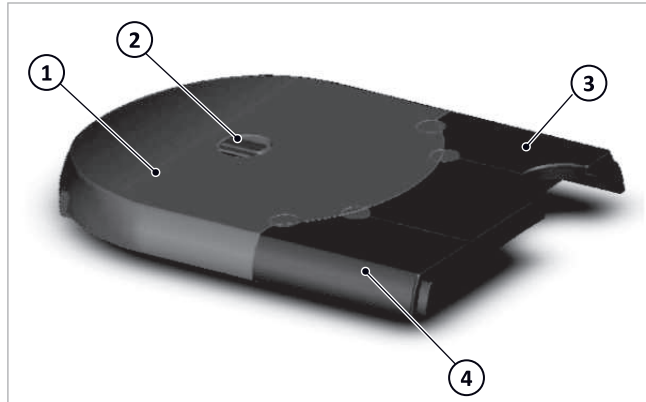

Abb. 124: Obere Isolierung SolvisBen
1. Die oberen Isolierungen der WWS → Abb. 124 (4) und HKS → Abb. 124 (3) nach oben abziehen.
2. Die Behälterisolierung → Abb. 124 (1) nehmen und mit einem scharfen Messer vorsichtig die vier
4. Die obere Behälterisolierung → Abb. 124 (1) auf den Behälter aufsetzen.
- seitlich links und rechts (1)
- mittig hinten (2)
- mittig vorne (3)
6. Obere Isolierung der HKS → Abb. 124 (3) aufsetzen.
7. Bei Verlegung der Gasleitung nach oben, die obere Isolierung der WWS (1, siehe auch → Abb. 124 (4)) vor
1. Die zusammengesetzte obere Isolierung → Abb. 124 (1+2+3+4) komplett auf den Behälter aufsetzen.
- mittig vorne (3).